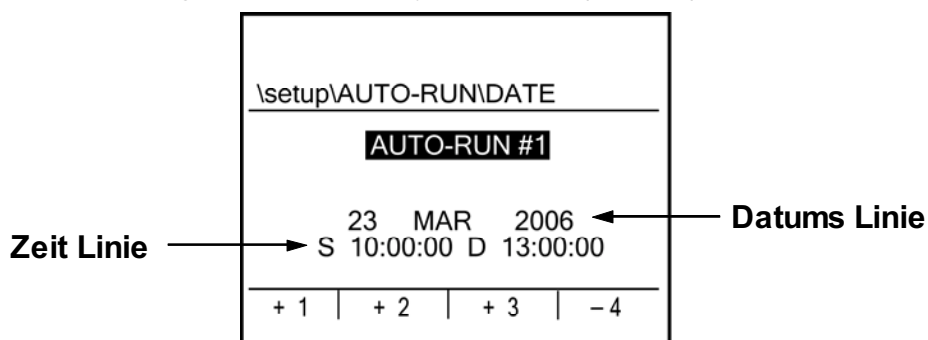
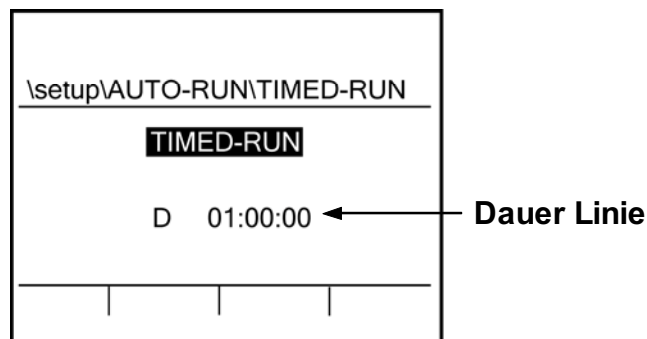

Bild 5-3: Datum Einstellung für Einst. #1
Bild 5-4: Anzeige für Zeit-Automatik
3. Drücken Sie einen der vier Softkeys (gleich, welcher). Die Anzeige zur Datumseinstellung erscheint mit der Einstellung angegeben, die dem gedrückten Softkey entspricht. (Bild 5-3).
Sie können die Einstellungs- Anzeige nur verlassen, wenn der Cursor am Eingangspunkt dieser Anzeige steht. Die Eingangspunkte für die drei Auto Ein Anzeigen sind jeweils markiert in Bild 5-3, Bild 5-4 und Bild 5-5.